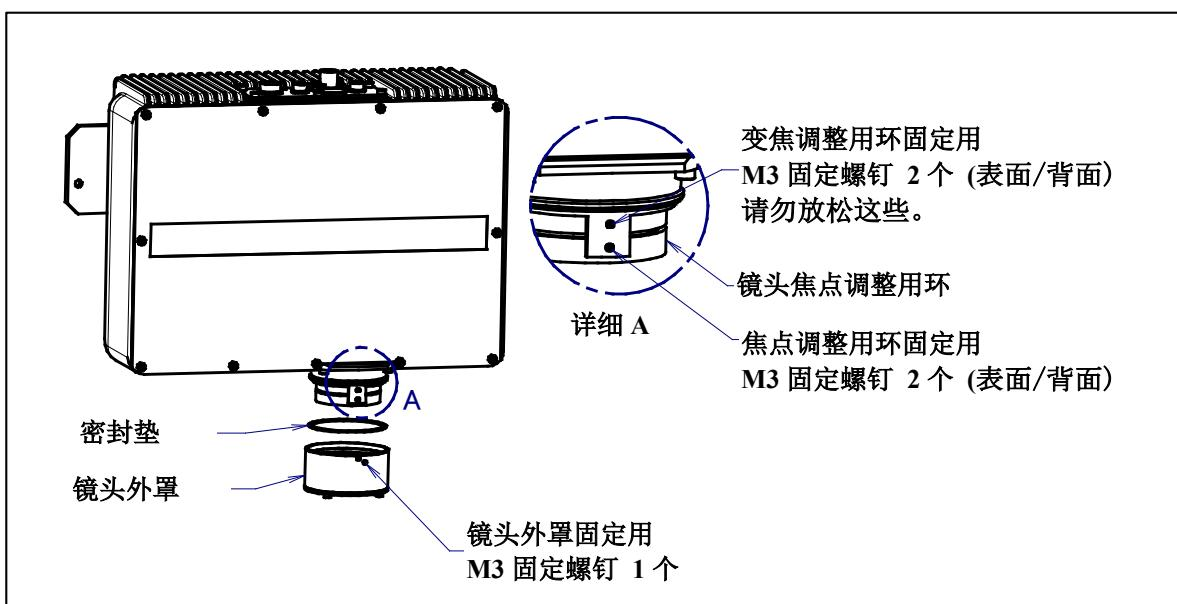

图 6.4.1 (a) 投影机的焦点调整
- 2 拧松镜头外罩固定用M3固定螺钉。（图6.4.1(a)）